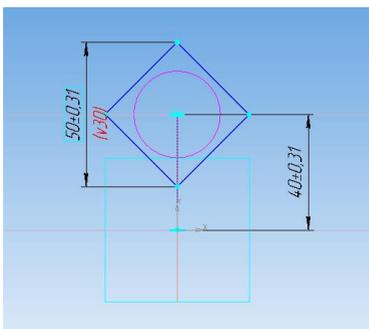

Рис. 21.
5. Выполните команду Эскиз и постройте в смещенной плоскости квадрат, вписанный в окружность диаметром 50 мм. Фигура квадрат должна располагаться в том же месте рабочего поля, что и эскиз-сечение Окружность, а по размеру немного больше его. Завершите создание эскиза (рис. 21).